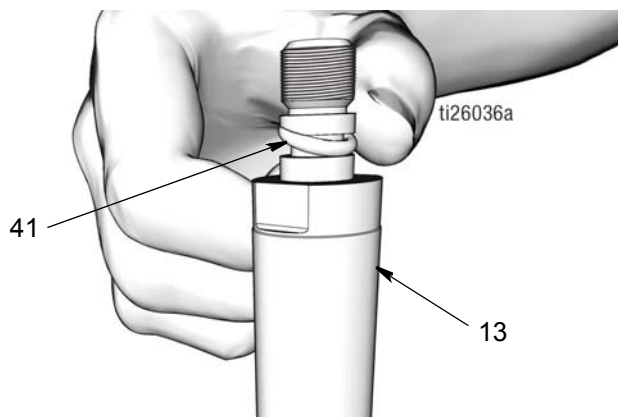

FIG. 47
- Utiliser un chiffon propre pour essuyer la tige de piston (13) et le piston (6) et supprimer toute saleté ou tout contaminant. Examiner les surfaces et rechercher d'éventuels rayures ou dégâts. Remplacer les pièces endommagées.
- Appliquer une mince couche de graisse sur le joint torique (41). Mettre le joint torique sur les gorges de la tige de piston (13) (FIG. 47).